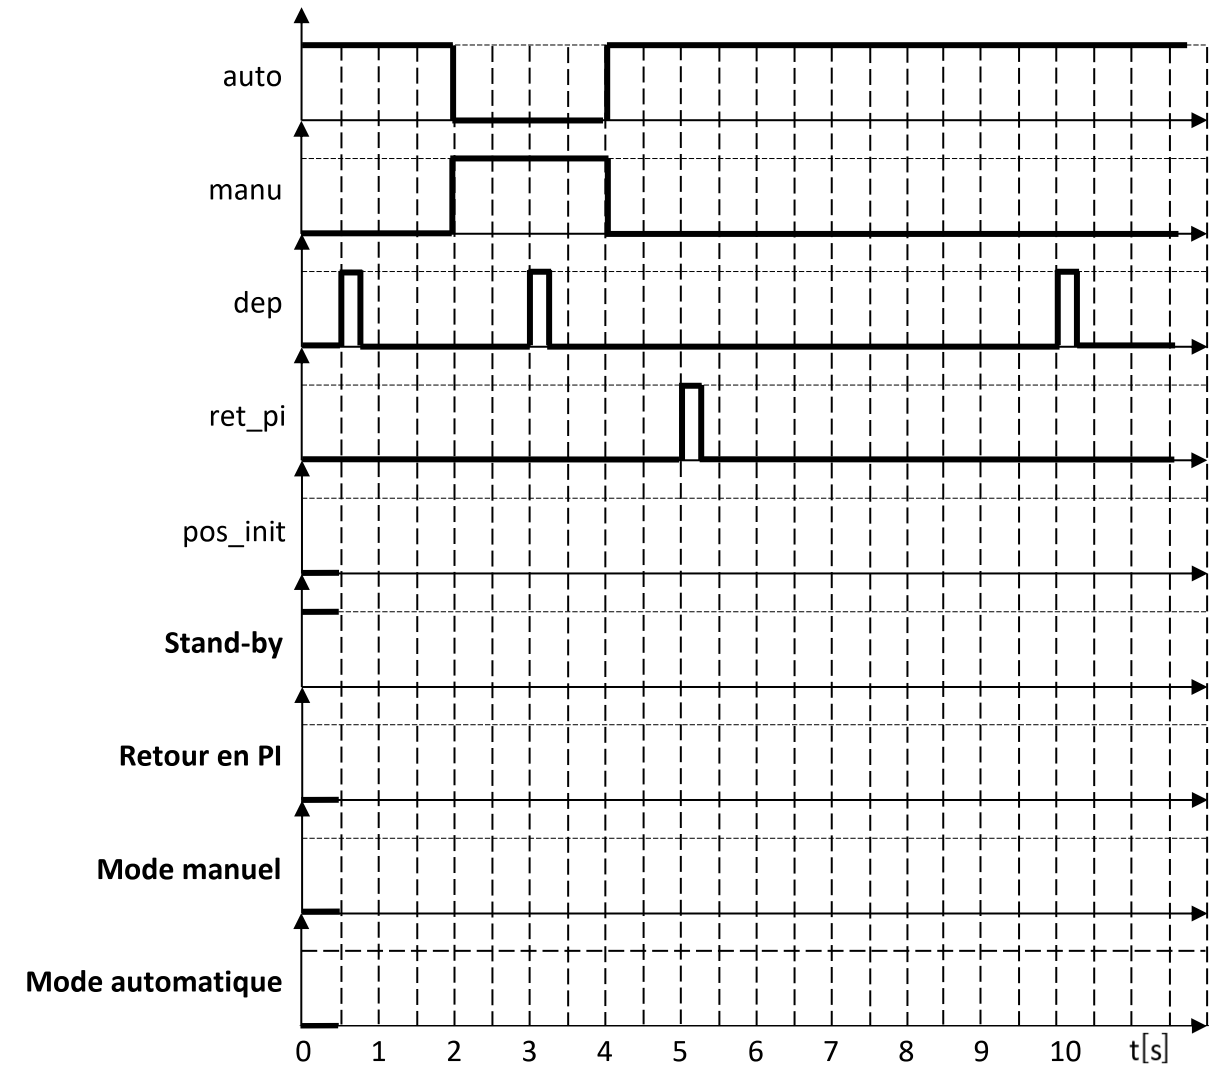

Figure R1 : chronogramme à compléter
**Question 1** Compléter sur la figure R1 le chronogramme indiquant les états successifs de l'EXCM-30.